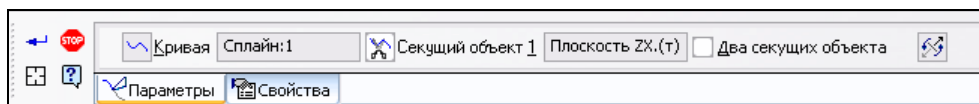
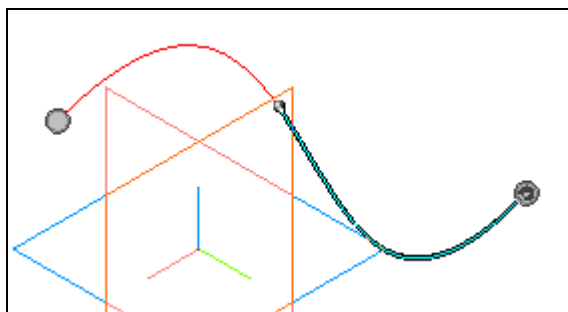

Рис. 6.22. Панель свойств команды **Усечение кривой**
Рис. 6.23. Усечение кривой
- ◆ укажите исходную кривую (сплайн) в окне модели или в Дереве модели, затем точно так же секущий объект (**Плоскость ZX**). Их наименования будут установлены в соответствующие поля Панели свойств (рис. 6.22). После выбора исходной кривой и секущего объекта создается копия исходной кривой, которая разбивается точкой пересечения на две части. Та часть копии, которая не содержит точку указания исходной кривой, отображается на экране в виде фантома. Фантом показывает результат усечения исходной кривой. Он ограничен двумя точками: точкой пересечения и концевой точкой, совпадающей с вершиной исходной кривой (рис. 6.23);